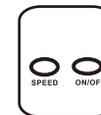

Fig.5
1. Con el mando a distancia: (Fig. 5)